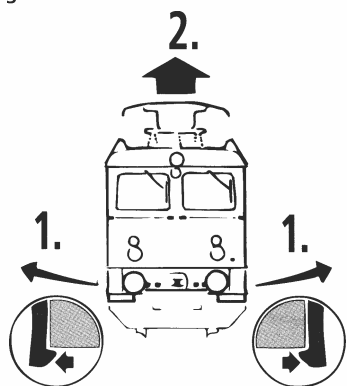

Fig. 4
3. Haftreifenwechsel: Zuerst die Drehgestellblende abnehmen (Fig. 4). Danach den Radsatz herausnehmen und die Haftreifen mit einer Nadel od. mit einem feinen Schraubendreher abziehen (Fig. 7). Beim Aufziehen der neuen Haftreifen darauf achten, dass diese sich nicht verdrehen.
3. Échange des bandages d'adhérence: Démontez d'abord le **couvercle du carter** des engrenages (fig. 4). Délogez ensuite les essieux bandagés et enlevez, à l'aide d'une aiguille ou d'un tourne-vis fin, les bandages d'adhérence (fig. 7). Lors du montage des nouveaux bandages veuillez veiller à ce que les bandages **ne soient pas tordus**.
3. Change of traction tyre: Remove the bogie frame (fig. 4). Take out **wheel set** and remove **traction tyre** using a pin or a fine screwdriver (fig. 7). When pressing on the new traction tyre please **avoid twisting it**.